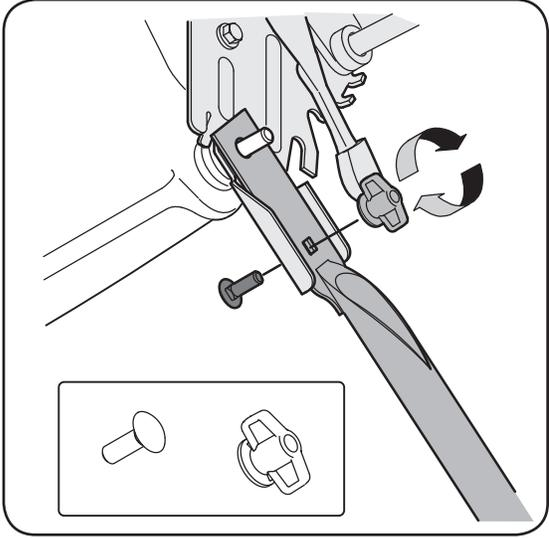

Figure 3-2
2. Placez un bouton ordinaire (dans le sachet de bouton-nerie fourni avec la machine) dans le trou supérieur du support de montage de droite du guidon, en procédant de l'intérieur vers l'extérieur. Voir la Figure 3-2. Maintenez-le en place avec un écrou à oreilles en plastique (boutons en forme d'étoile). Répétez de l'autre côté.